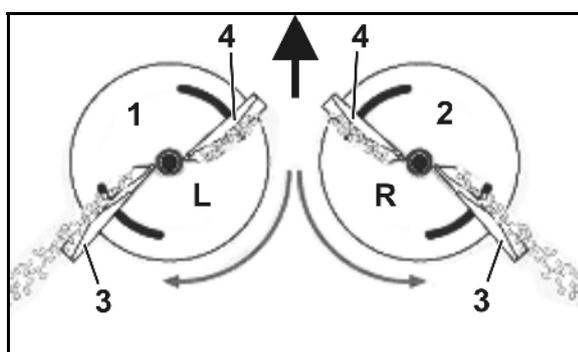

Fig. 28
- disco de dispersión izquierdo (Fig. 28/1) con la marca **L**.
- disco de dispersión derecho (Fig. 28/2) con la marca **R**.
- **Larga** (Fig. 28/3) Escala de ajuste con valores de 35 a 55.
- **Corta** (Fig. 28/4) Escala de ajuste con valores de 5 a 28.